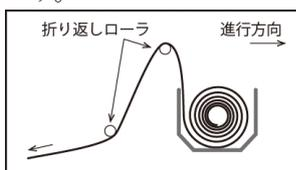

図1 展開アタッチメント
1. 本アタッチメントは、乗用型摘採機に装着し、被覆資材（以下、資材）を茶樹の樹冠面に展開する展開アタッチメント（図1）と、資材を巻取り回収する巻取りアタッチメント（図2）で構成されています。資材の展開、巻取り作業ともにオペレータと補助者の2名で行い、作業速度は乗用型摘採機の摘採作業速度と同じ0.5m/s前後です。幅2.2m以下、長さ50m以下の資材が使用できます。乗用型摘採機への装着はアタッチメント共通のベースフレーム（質量30kg）を介して行います。